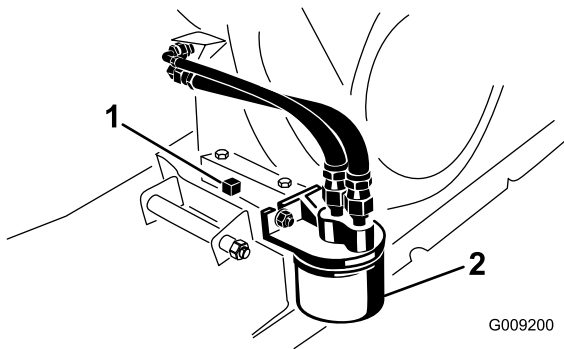

Figura 32
6. Retire el tapón de vaciado y la junta (Figura 32).
2. Retire el filtro de aceite (Figura 32).
4. Enrosque el filtro nuevo sobre el adaptador del filtro hasta que la junta toque la placa de montaje, luego apriete el filtro 1/2–3/4 de vuelta más (Figura 32).